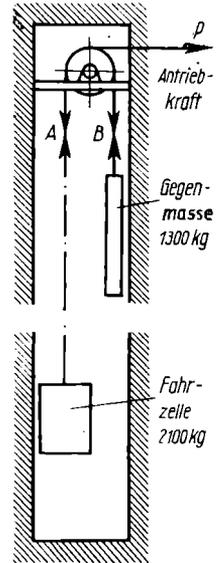

Bild 25
29. Die Fahrzelle eines Aufzugs in einem Geschäftshause ist nach Bild 25 an einem Drahtseile *A* aufgehängt, welches von einer durch Elektromotor angetriebenen Trommel aufgewunden wird. Die Eigenmasse der Zelle beträgt 500 kg, die Nutzlast be-